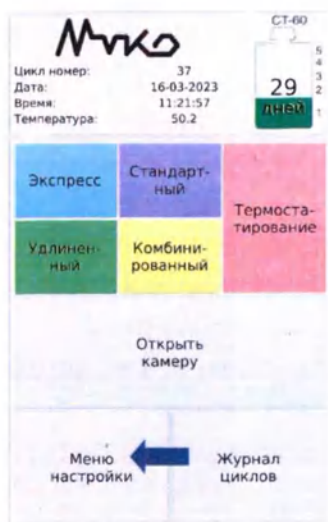

Рисунок 55
- в главном меню необходимо нажать клавишу «Меню настройки» (Рисунок 55);